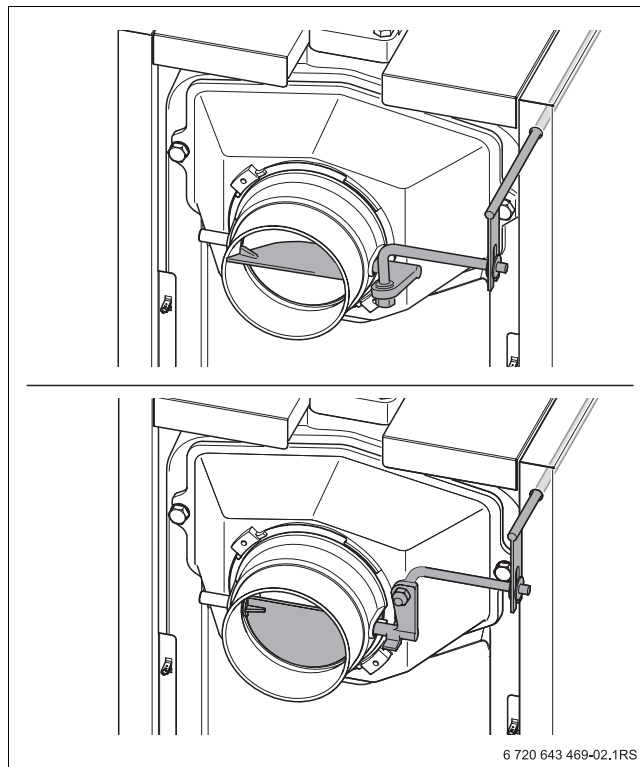

Рис. 31 Дымовая заслонка (вверху открыта; внизу закрыта)
- ▶ Чтобы предотвратить потери тепла в дымовой трубе, по возможности в зависимости от тяги прикройте дымовую заслонку (→ рис. 31, нижний). Если дымовые газы выходят плохо (недостаточная тяга), то снова откройте дымовую заслонку (→ рис. 31, верхний).
- ▶ Откройте дымовую заслонку для снижения выхода дыма в помещение при загрузке топлива (→ рис. 31, верхний).
- ▶ Закройте загрузочную дверцу [1] и дымовую заслонку (→ рис. 31, внизу).